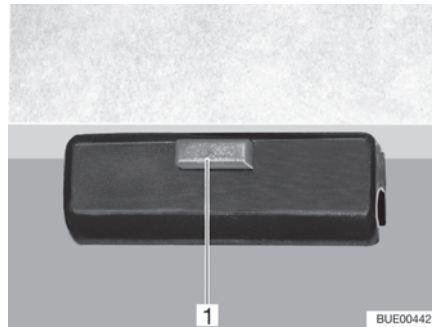

Fig. 96 Dispositif de verrouillage
- Desserrer le dispositif de verrouillage (Fig. 96,1) du plateau de la table.